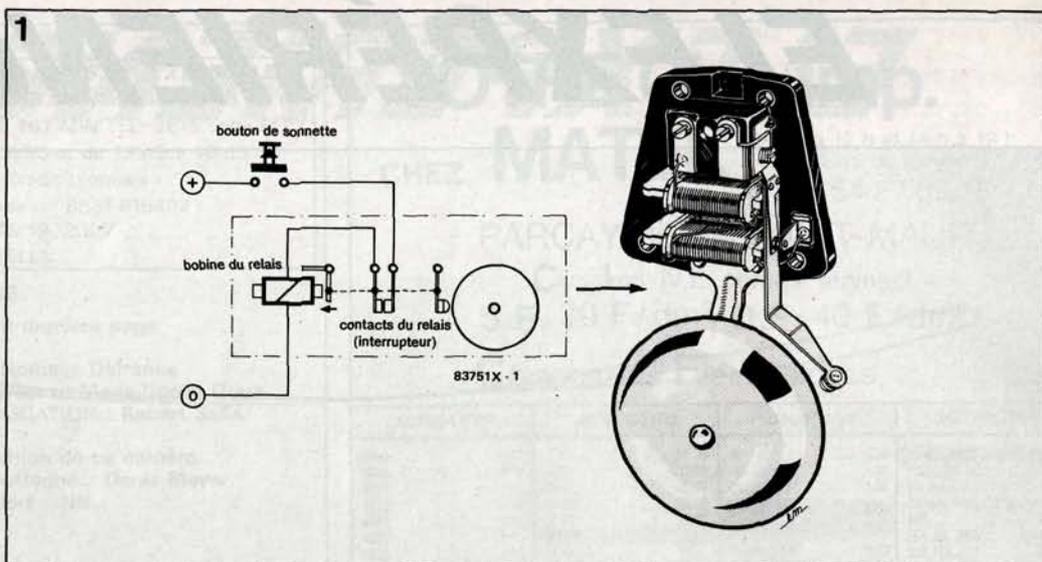

Figure 1 - Puisqu'un électro-aimant qui actionne un levier est appelé un relais, nous pouvons dire aussi d'une sonnette qu'elle est un relais...
Figure 1 - Les conducteurs doivent pendre légèrement et leur écartement ne doit pas dépasser quelques millimètres. Ils seront parcourus par un courant d'une intensité de 45 ampères qui créera un champ magnétique très intense et très bref qui soulèvera et écartera les deux fils.
Tout comme sur une sonnette domestique, l'aimant est en fait une bobine avec un noyau ferreux qui concentre l'induction magnétique de la bobine. On peut donc également considérer une sonnette comme un relais. C'est ce que montre la figure 1. Le symbole de la bobine d'un relais est un rectangle avec une diagonale.
**Figure 1 - L'assemblage d'un coffret à base de cornières profilées en aluminium est relativement simple : enfoncer quatre vis dans chaque panneau frontal, terminé ! Les "kits" ne vous posent aucun problème car toutes les pièces sont bien ajustées.**
en aluminium découpées aux dimensions souhaitées, assemblées à l'aide de quatre tasseaux de bois et de quelques vis. Examinons d'abord en détail la première solution. L'aluminium, est un métal tendre qu'on scie aisément et qu'on attaque facilement à la lime. Les "kits" disponibles chez les vendeurs de composants contiennent six panneaux en tôle d'aluminium et quatre cornières profilées (figure 1). Ces éléments sont découpés
Deux circuits intégrés et quelques composants passifs vous permettront de réaliser le régulateur de vitesse de la figure 1. IC1 est un régulateur de tension intégré dont la tension de sortie est déterminée par le potentiomètre P1. La tension de sortie déterminée par l'utilisateur est appliquée à travers R7 au pôle positif du moteur, dont la borne négative est reliée en toute logique à la masse du circuit de régulation. Lorsque la tension de sortie du régulateur déterminée par la position du curseur de P1 devient inférieure à 12 V, le régime du moteur baisse progressivement par rapport à sa vitesse maximale. La résistance R7 montée en série avec le moteur fonctionne en **palpeur (ou détecteur) de courant**. La chute de tension aux bornes de cette résistance est proportionnelle à l'intensité du courant qui la traverse; plus l'intensité du courant est élevée, plus la chute de tension est forte. A une vitesse de rotation donnée correspond une certaine chute de tension sur R7. Cette chute de tension est constante tant que la vitesse de rotation du moteur est elle-même constante. Quand la vitesse de rotation d'un moteur baisse en raison de la charge qu'il supporte (ou essaye de supporter), le courant consommé par le moteur augmente. La chute de tension aux bornes de R7 est d'autant plus forte. L'amplificateur opérationnel IC2 transmet ce changement de tension à IC1. La broche 4 est l'entrée de la tension de référence d'IC1. Dans le circuit intégré, elle est reliée à un amplificateur d'erreur qui se charge d'augmenter le courant de sortie du régulateur en proportion. L'augmentation du courant
Figure 1 - Le schéma du régulateur de vitesse pour perceuse est construit à l'aide de deux circuits intégrés: un régulateur de tension et un amplificateur opérationnel. Une tension proportionnelle à l'intensité du courant à travers le moteur est transmise à IC1 qui corrige sa tension de sortie en conséquence: à mesure que le courant à travers le moteur augmente, IC1 cherche à augmenter la tension, et vice versa.